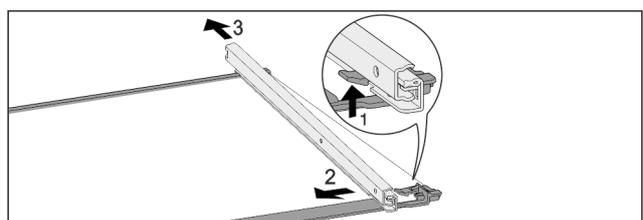

Fig. 120 Стъклена плоча с релси
- ▶ Натиснете нагоре предните фиксиращи палци. *Fig. 120 (1)*
- ▶ Плъзнете изтеглящата релса настрани *Fig. 120 (2)* и назад *Fig. 120 (3)*.